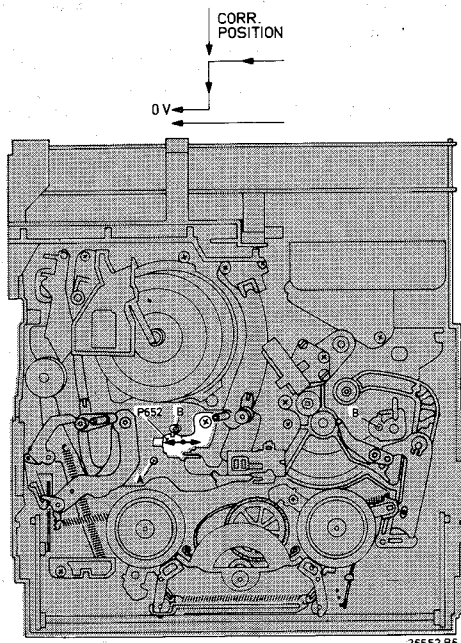

Fig. 2-2-9
- Laufwerk einige Zentimeter einfädeln und einen Stift von $\varnothing 2$ mm in das Loch A (Fig. 2-2-9) stecken.
- Die richtige Position des Hall-Elements ist, wenn die Spannung von hoch auf tief umschaltet (Fig. 2-2-9).